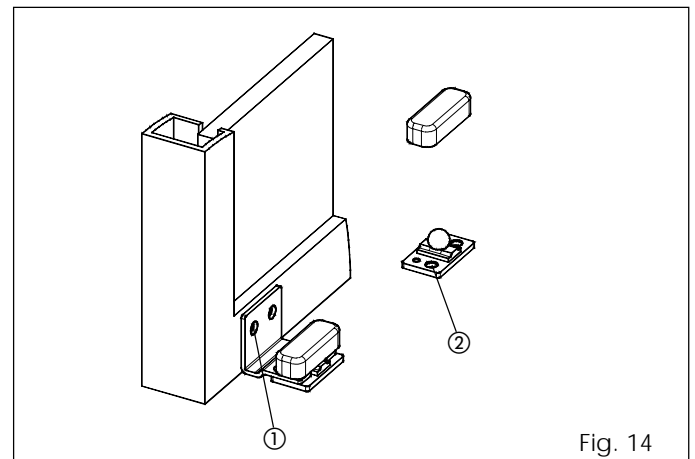

Fig. 14
- Zet de glij schoenen vast zoals op fig. 14 ref. ①.
- Zet de glij schoen rechtstreeks vast aan de vloer, zoals op fig. 14 ref. ②, met geschikte pluggen en schroeven.